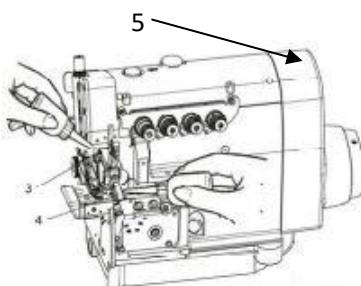
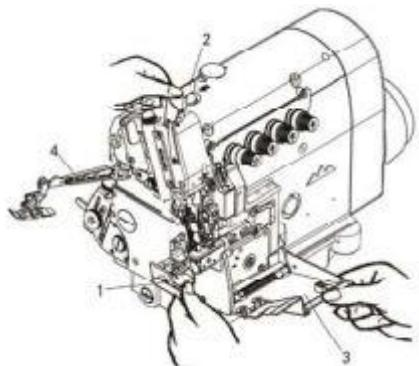

图 3
图 9
首先把(图 3)股位检测抬起然后把(图 3)分层拉开后对第一次使用缝纫机时, 以及使用已有一段时间没有使用的缝纫机时, 请用给油瓶在针杆 3 和上弯针台 4 处分别 给油 2~3 滴。
1. 请打开分层和放下股位检测（图 3），打开翻盖 1、护眼罩 2、前罩 3、抬压脚臂 4。穿过线以后，请恢复到原来的位置。（图 9）